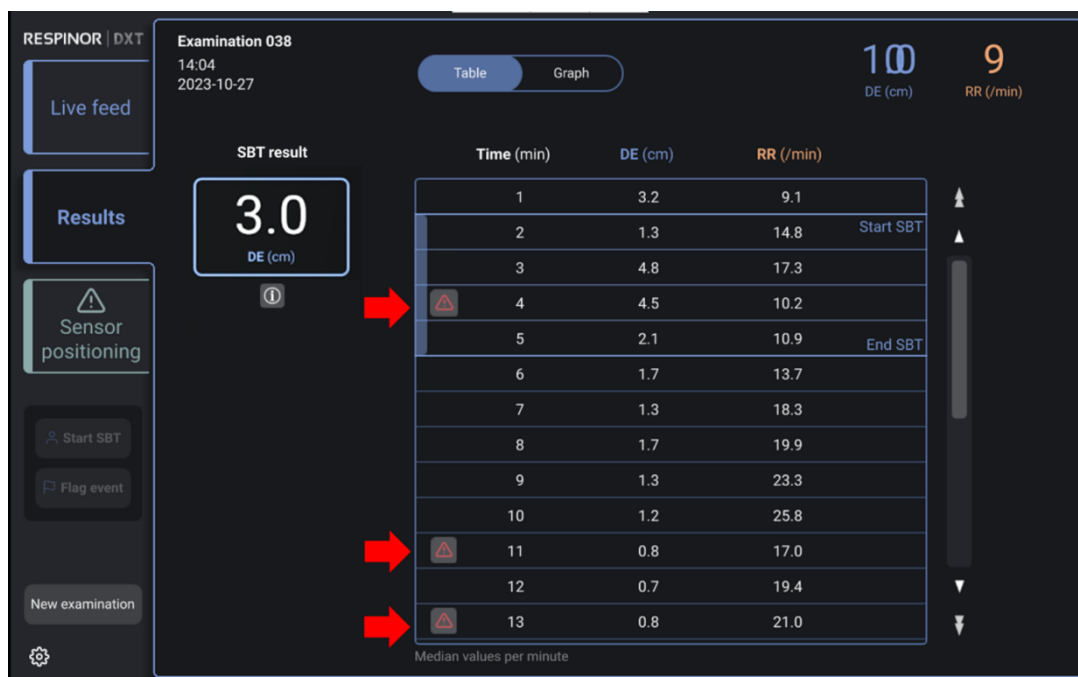

Figure 27. Messages d'avertissement dans la vue Tableau des résultats.
- Cela est indiqué par un symbole d'avertissement (⚠) à gauche du tableau, comme le montrent les flèches rouges de la Figure 27.